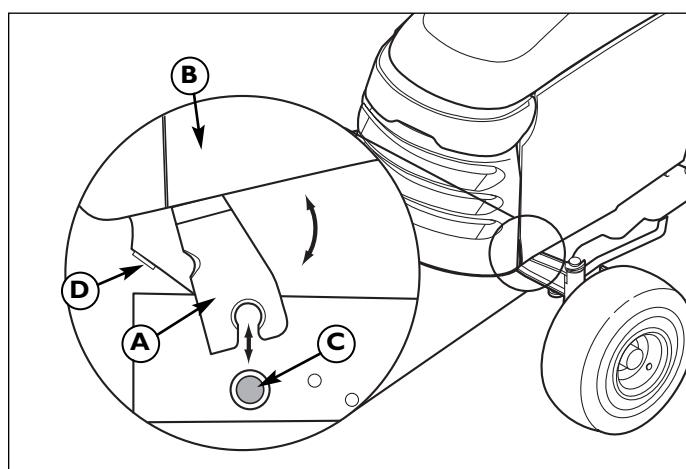

Figura 13. Retiro e instalación del capó
3. Mueva el capó levemente hacia atrás y levántelo (B, Figura 13) de los montantes de pivot (C). Coloque el capó sobre una superficie limpia y plana.
1. Coloque los montantes de articulación (A, Figura 13) en los montantes de pivot (C).
2. Mueva el capó hacia delante hasta que toque los topes (D).
3. Instale el portalámparas y la bombilla (A) en el bisel (B) girándolos en el sentido de las agujas del reloj. Repetir en el otro lado.